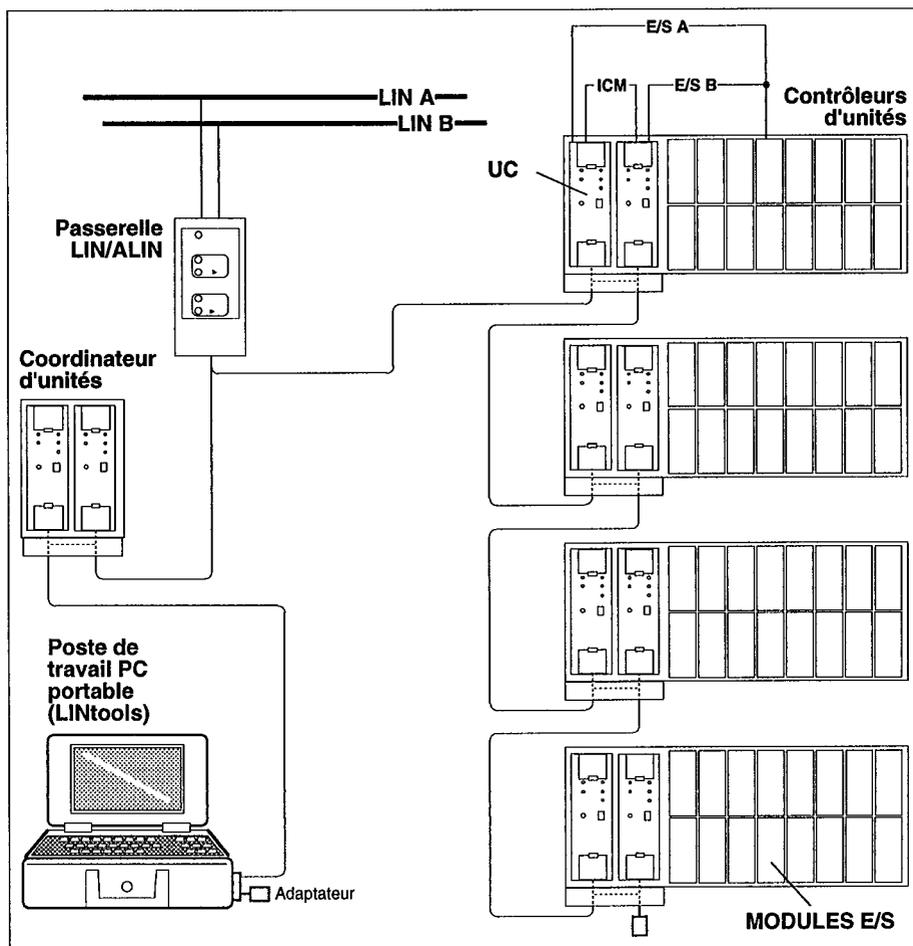
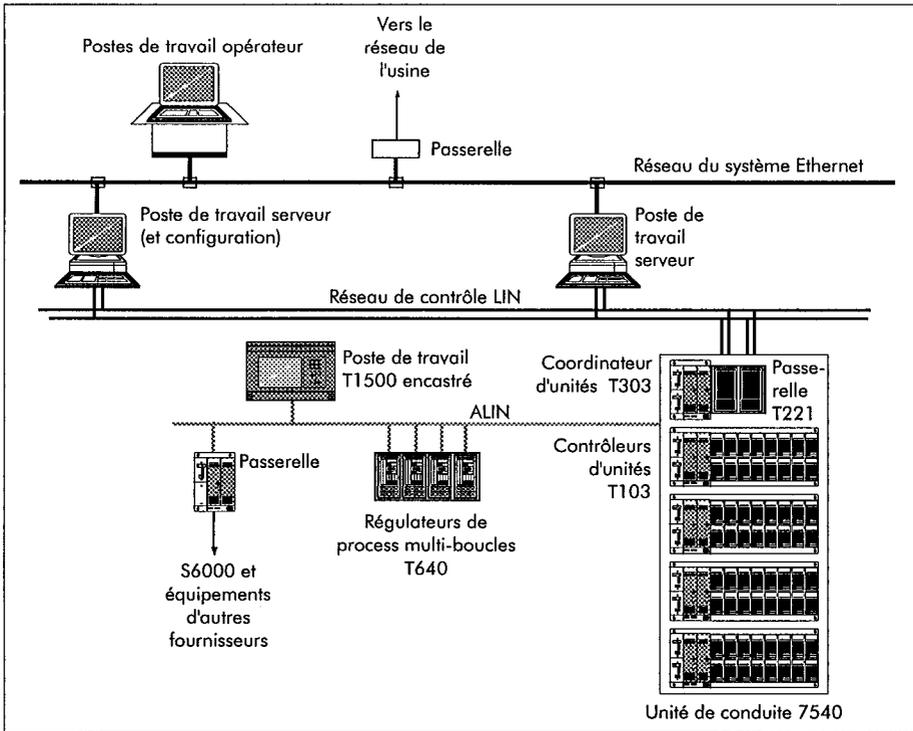

Figure 1-2 Architecture de communication du système — exemple
Figure 1-4 Schéma de principe d'un réseau de contrôle étendu
- ALIN.** Réseau de contrôle ALIN à tolérance de pannes, qui permet par l'intermédiaire d'une configuration en guirlande (ou par un 'concentrateur' ALIN central) de communiquer avec d'autres contrôleurs/coordonateurs d'unités, des T640, et avec le réseau étendu, en utilisant des passerelles ALIN/LIN T221 — voir figure 1-2. Au niveau supérieur, le réseau de contrôle principal LIN assure la communication d'égal à égal, l'accès aux postes de travail des opérateurs et aux systèmes de supervision (figure 1-4).